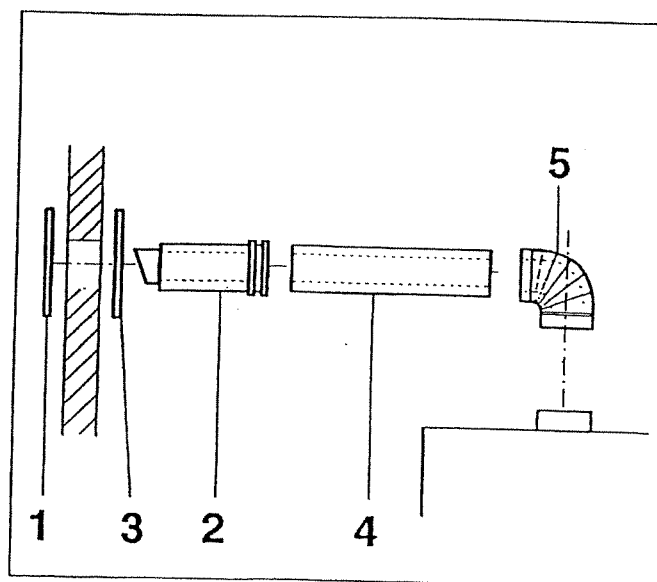

Fig. 14 Montaggio raccordo da parete esterna
- ◆ Avvitare lo sportello esterno (Fig. 14, punto 1) alla parete, ed inserire il tubo concentrico con dispositivo anti-vento (Fig. 14, punto 2). L'ingresso dell'aria deve essere centrato in modo tale da non consentire alla pioggia di penetrare.
- ◆ Spingere dal di dentro la copertura interna (Fig. 14, punto 3) sul tubo concentrico con dispositivo anti-vento, centrarla (attenzione alla pendenza), ed avvitarla.
- ◆ Montare altri tubi concentrici (Fig. 14, punto 4).
- ◆ Piazzare la curva concentrica a 90° (Fig. 14, punto 5) sul tronchetto di scarico della U104 WG / WKG e collegarla con la tubazione di apporto aria / scarico gas.